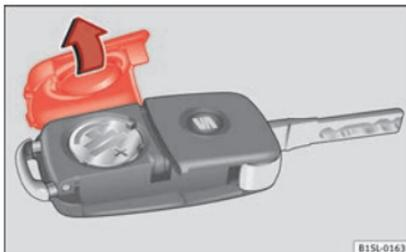

Abb. 99 Fahrzeugschlüssel: Deckel für Batteriefach.
- Abdeckung auf der Rückseite des Fahrzeugschlüssels » Abb. 99 in Pfeilrichtung abnehmen » ❶.
- Abdeckung wie gezeigt ansetzen » Abb. 99 und entgegen der Pfeilrichtung auf das Fahrzeugschlüsselgehäuse drücken bis sie einrastet.
❶ VORSICHT